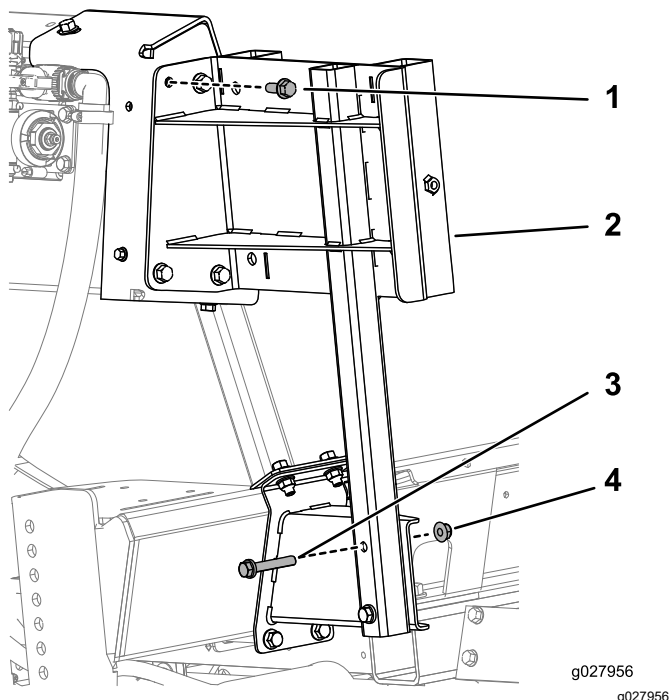

Figura 13
5. Fixai consola de susinere a raftului cilindrului la consola superioară i inferioară folosind 4 uruburi ($\frac{3}{8}$ -16 x 1"), 2 uruburi ($\frac{3}{8}$ -16 x 2 $\frac{1}{4}$ ") i 6 piulie cu guler ($\frac{3}{8}$ -16"), după cum se arată în Figura 13.